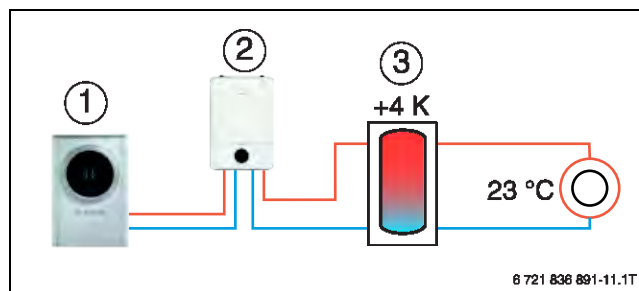

Bild 133 Thermische Speicherung in den Pufferspeicher
- Thermische Speicherung durch Sollwertanhebung (→ Bild 133): Bei aktivem Energiemanager wird die „Raum-Solltemperatur“ von der HPC 410 angehoben (z. B. von 21 °C auf 23 °C, 1 °C Raumtemperatur entspricht ca. 2 °C Vorlauftemperatur). Die Installation einer Bedieneinheit CR 10 (H) im Referenzraum ist zur Raumtemperaturerfassung empfohlen.